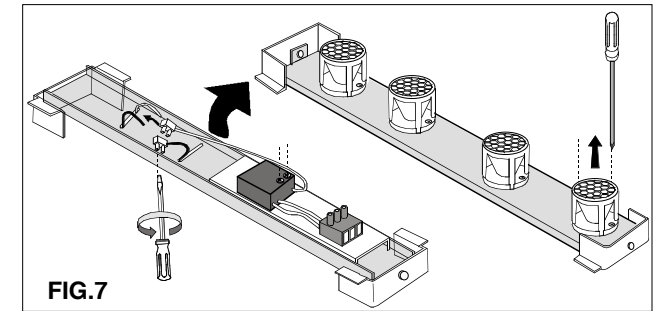

FIG.7
- Svitare i cavi di alimentazione rosso e nero dal relativo morsetto unipolare rispettando la polarità del diodo LED (+ROSSO / -NERO) **FIG.7**
- Unscrew the red and white supplying cables respecting the LED diode polarities (+ RED/-BLACK) **FIG.7**
- Dévissez les câbles d'alimentation rouges et blancs respectant les polarités de diode de LED (+ ROUGE/-NOIR) **FIG.7**